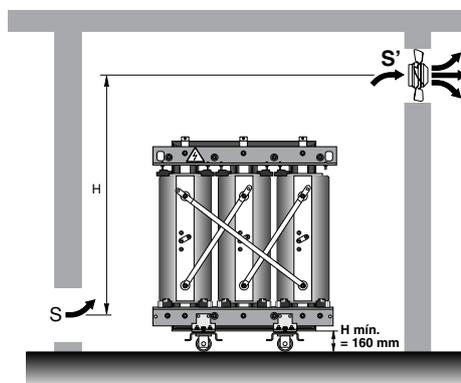

Figura 2.
- Trihal con envolvente metálica IP31 (figura 2).